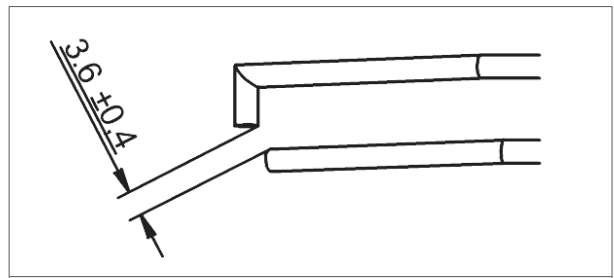

Figure 27 - Écart entre les deux électrodes
- b. L'écart entre les deux électrodes doit être égale à $3,6 (\pm 0,4)$ mm (figure 27).